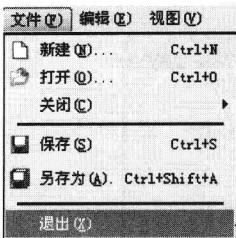

图 1-5 用菜单退出 UG 软件
- (1) 选择菜单【文件】|【退出】，可以退出 UG NX 8.0 软件，如图 1-5 所示。
- (2) 单击软件主窗口右上角的“关闭”按钮 。